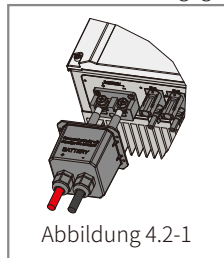

Abbildung 4.2-1
- **Batterieanschluss:** Prüfen Sie die Verbindungen zwischen dem ES-Wechselrichter und der Batterie und stellen Sie sicher, dass die Polarität (+/-) nicht vertauscht ist. Siehe Abbildung 4.2-1.